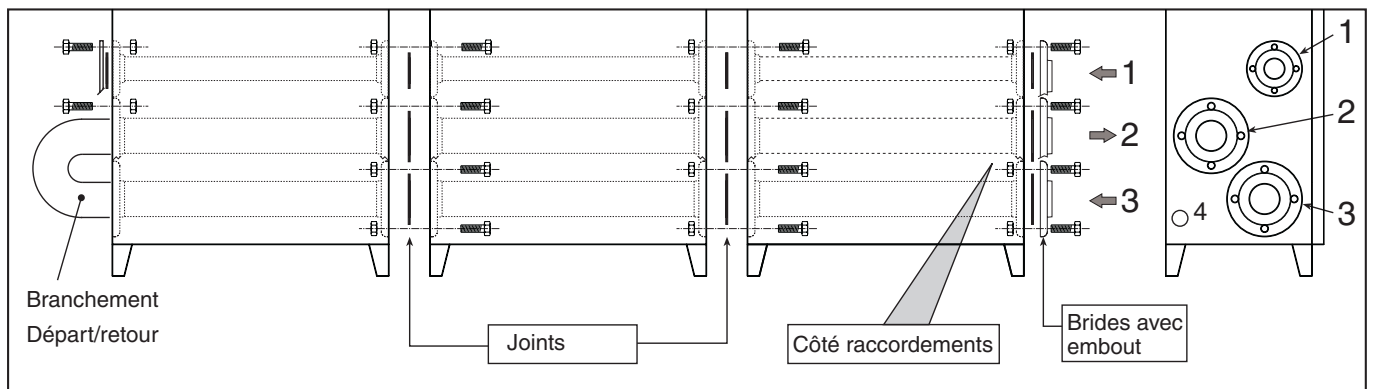

fig. 6b
- Brancher sur le dernier module la tuyauterie de départ à la tuyauterie de retour (voir fig. 6b).